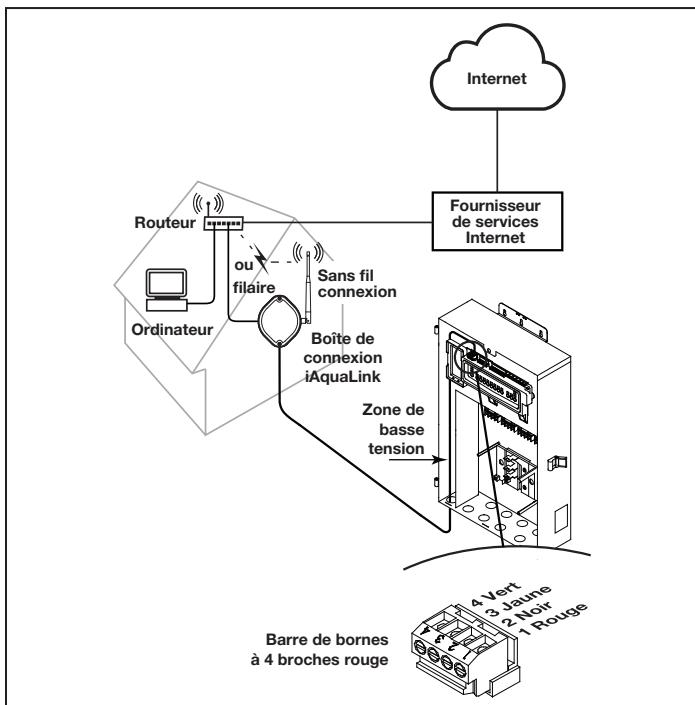

Figure 31. Installation intérieure de la boîte de connexion iAquaLink
2. Installez la boîte de connexion iAquaLink à au moins 1,8 m (6 pi) au-dessus du sol, à au moins 3 m (10 pi) de tout moteur ou ventilateur pouvant être près et à au moins 1,5 m (5 pi) de tout autre émetteur-récepteur de la boîte de connexion. Voir la figure 31.
5. Tirez le câble à travers l'alvéole défonçable et dans la zone de basse tension. Voir la figure 31.
7. Dénudez chaque câble de 6 mm ($\frac{1}{4}$ po) et connectez-les au connecteur rouge sur la carte de circuits imprimés du centre électrique. Une trousse Multiplex (N/P 6584) peut être nécessaire s'il y a plus de deux (2) câbles reliés à un connecteur rouge de la carte de circuits imprimés du centre électrique.